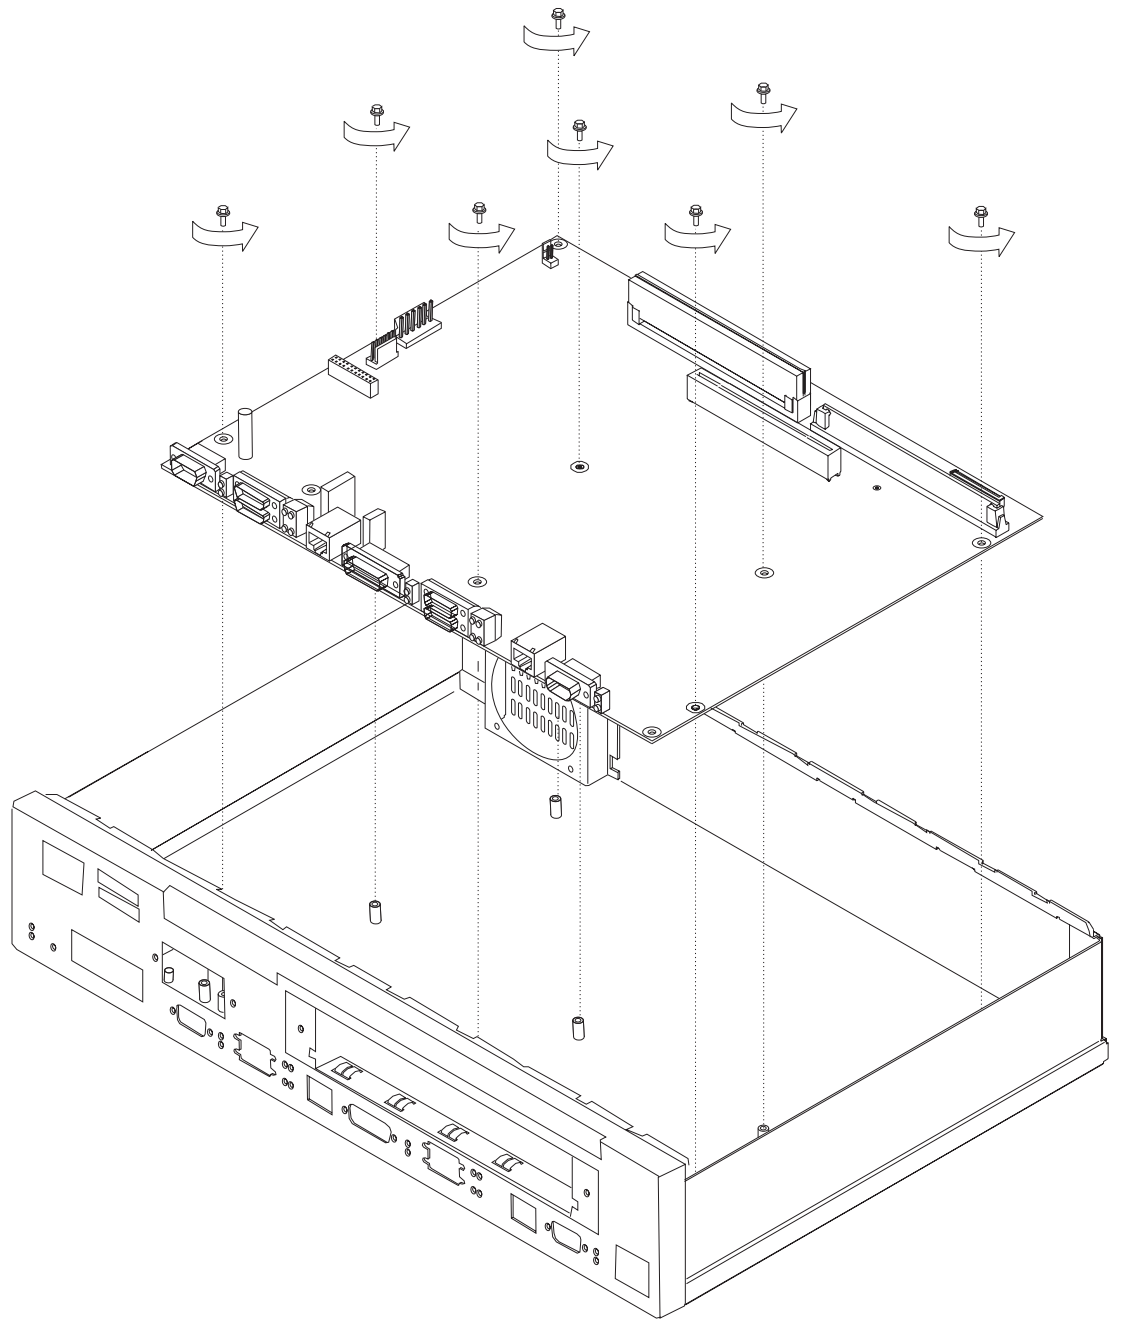

图 4-14. 14T 和 24X 型设备上的固定螺钉
- 8** 用扳子卸除系统板的固定螺钉。第4-11页的图4-14显示了固定螺钉的位置。